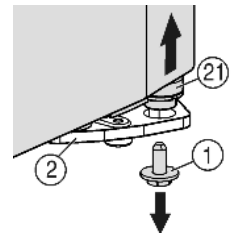
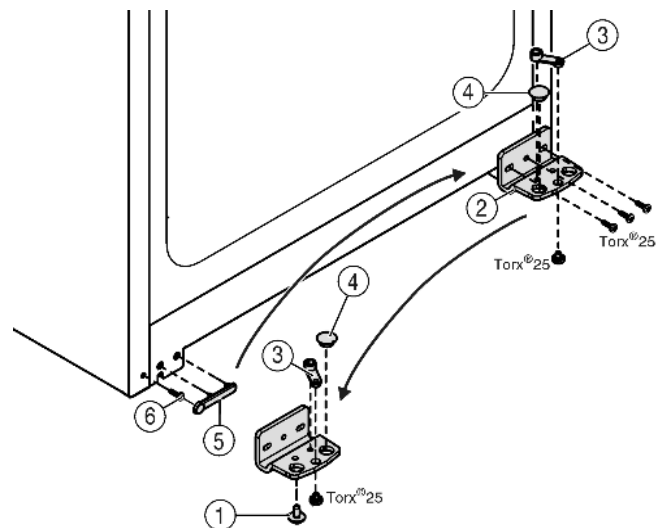

Fig. 6
Fig. 7
- ▶ In basso a destra nel blocco di supporto svitare la vite di arresto Fig. 6 (1).
- ▶ Il perno di supporto Fig. 6 (21) si stacca dal blocco di supporto Fig. 7 (2).
- ▶ Se il perno di supporto Fig. 6 (21) non si stacca, estrarre il perno dal basso.
- ▶ Svitare il blocco di supporto Fig. 7 (2).
- ▶ Svitare l'elemento di supporto Fig. 7 (3) e spostarlo nel foro di alloggiamento opposto del blocco di supporto, serrarlo nuovamente.
- ▶ Estrarre il tappo Fig. 7 (4) dal blocco di supporto e spostarlo nel foro di alloggiamento opposto del blocco di supporto.
- ▶ Togliere la copertura Fig. 7 (5) lato maniglia facendo attenzione.
- ▶ Svitare la vite Fig. 7 (6) e inserirla di nuovo sul lato opposto.
- ▶ Applicare nuovamente sopra la copertura Fig. 7 (5).
- Fissare nuovamente il blocco di supporto Fig. 7 (2) sul nuovo lato cerniere **fermamente a 4 Nm** eventualmente servendosi di un avvitatore a batteria.
- Avvitare la vite di arresto Fig. 6 (1) in basso nel perno di supporto e serrare **(a 4 Nm)**.